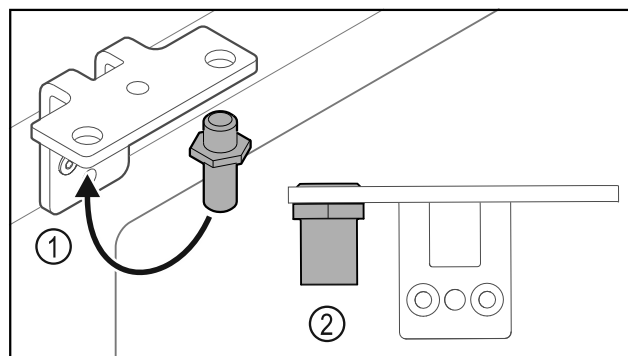

Fig. 32
- ▶ Sworznie Fig. 32 (1) przełożyć do zawiasu.
- ▶ Sworznie Fig. 32 (2) dokręcić z **momentem obrotowym 12 Nm**.